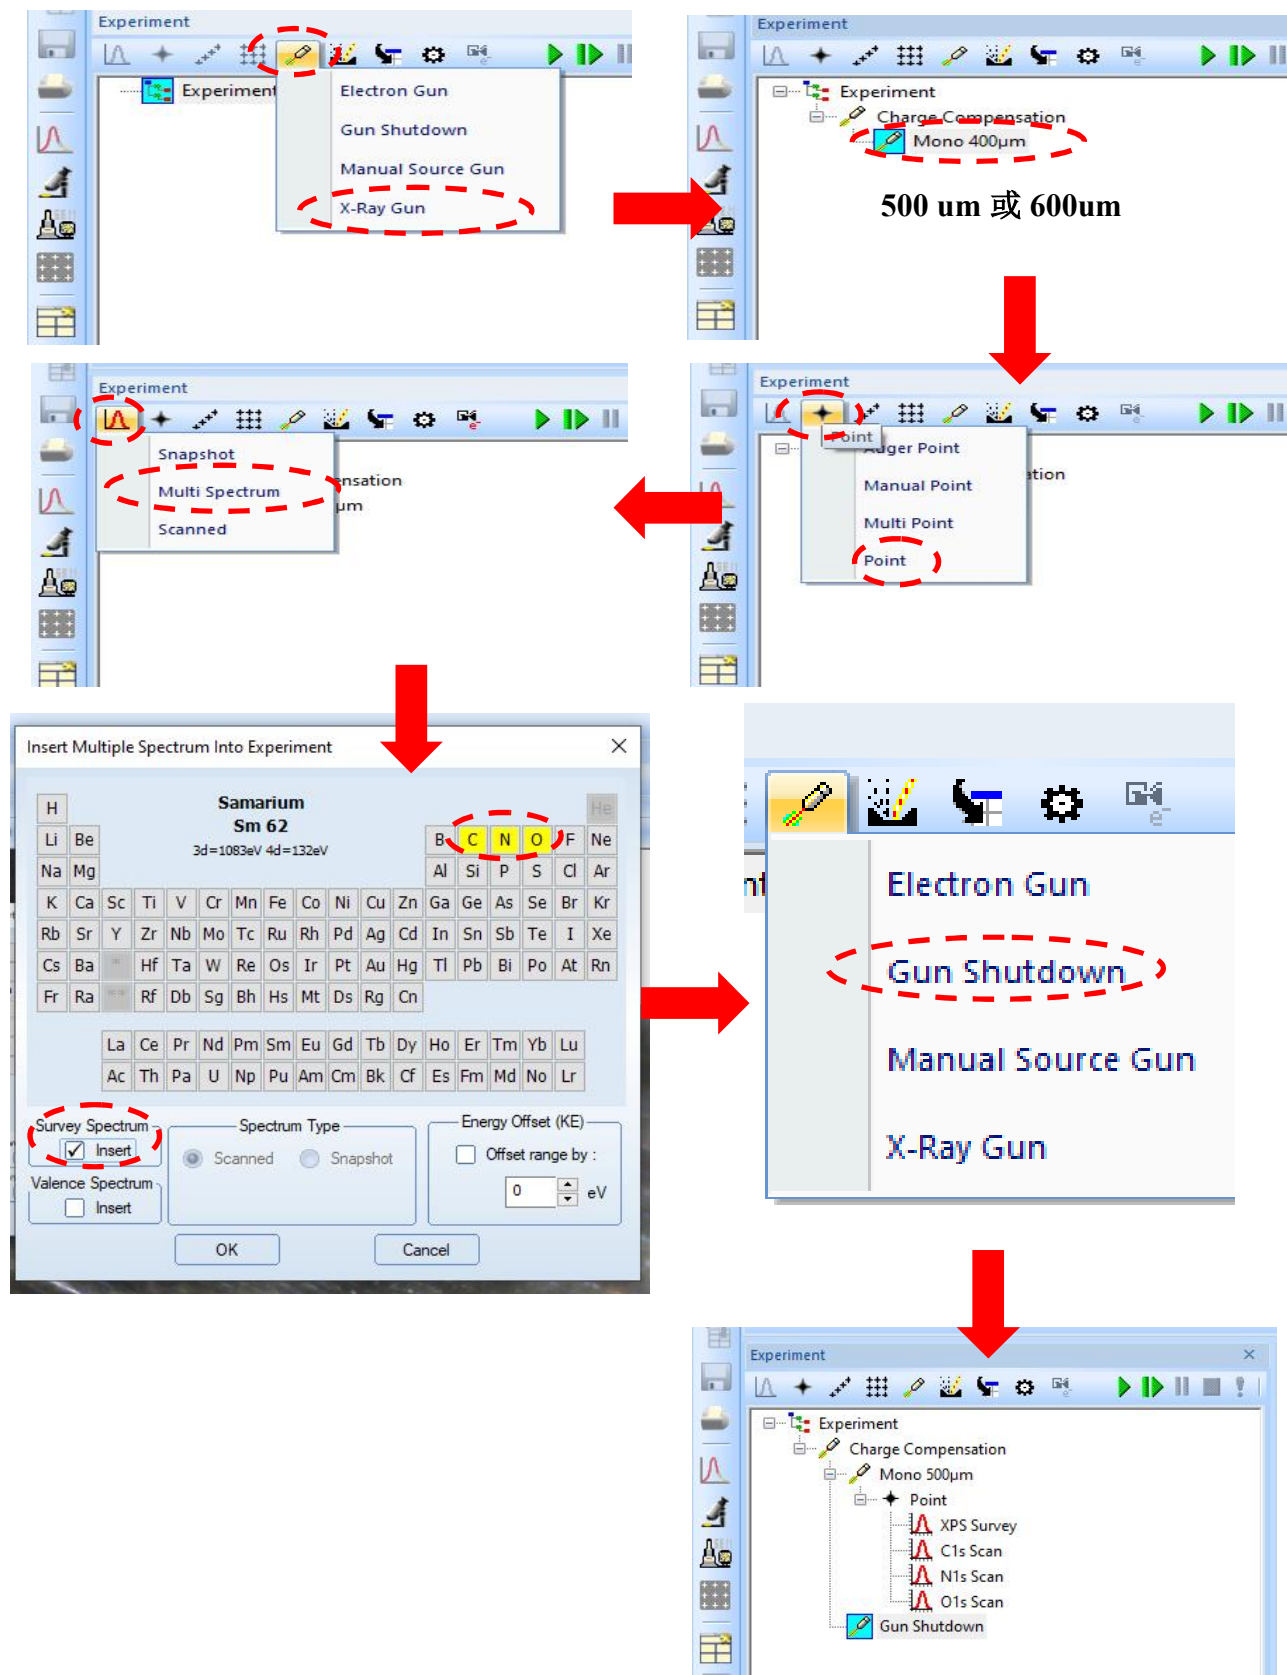

图 13 实验内容的设定步骤
- (5) 如图 13 所示，依次插入所需实验内容：
- (2) 如图 13 所示，依次插入所需实验内容：